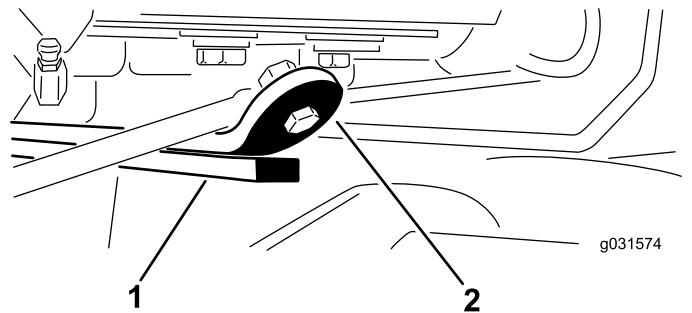

図 13
3. エンジンを始動し、昇降アームを上昇させて、後カッティングユニット上部にあるウェアのウェアストラップとバンパーストラップとの間のすき間が、0.51-2.54 mm になっていることを確認する 図 13。